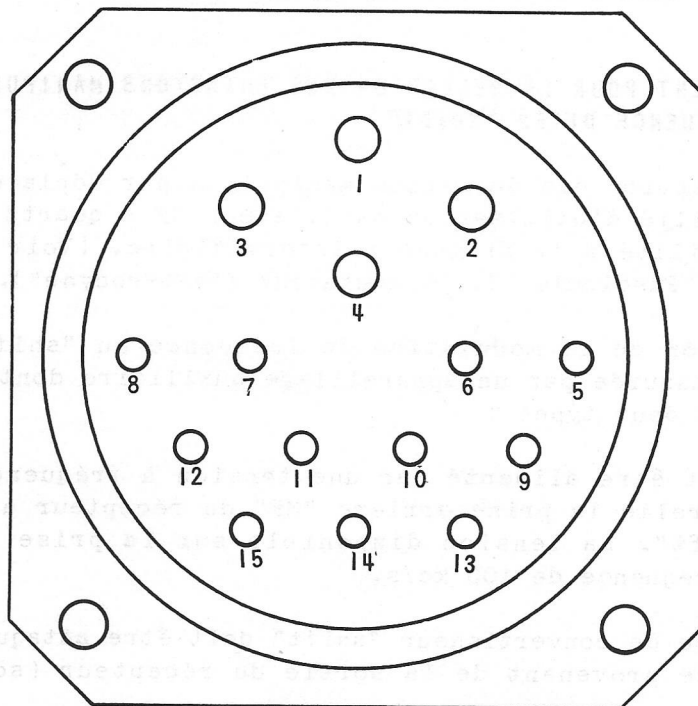

Fig. 8 - Fiche de raccordement
- 4) Mettre en place le cordon de liaison alimentation-récepteur (Fig. 8).
- f) 1° Régler le niveau ligne par le potentiomètre P2 (voir schéma Fig. 21) marqué niveau de ligne, à droite de la face avant (Fig. 8). Le contacteur de contrôle étant sur la position ligne, l'aiguille de l'instrument de mesure doit se trouver sur la plage rouge.
Le numérotage indiqué sur la Figure 8 correspond à celui de la fiche E.750 (côté récepteur, partie fixe mâle) et de la fiche E.800 (côté alimentation, partie mobile mâle) vues du côté extérieur. Il correspond donc également à celui de la partie mobile femelle de E.750 ou à la partie fixe femelle de E.800, vues côté soudures.